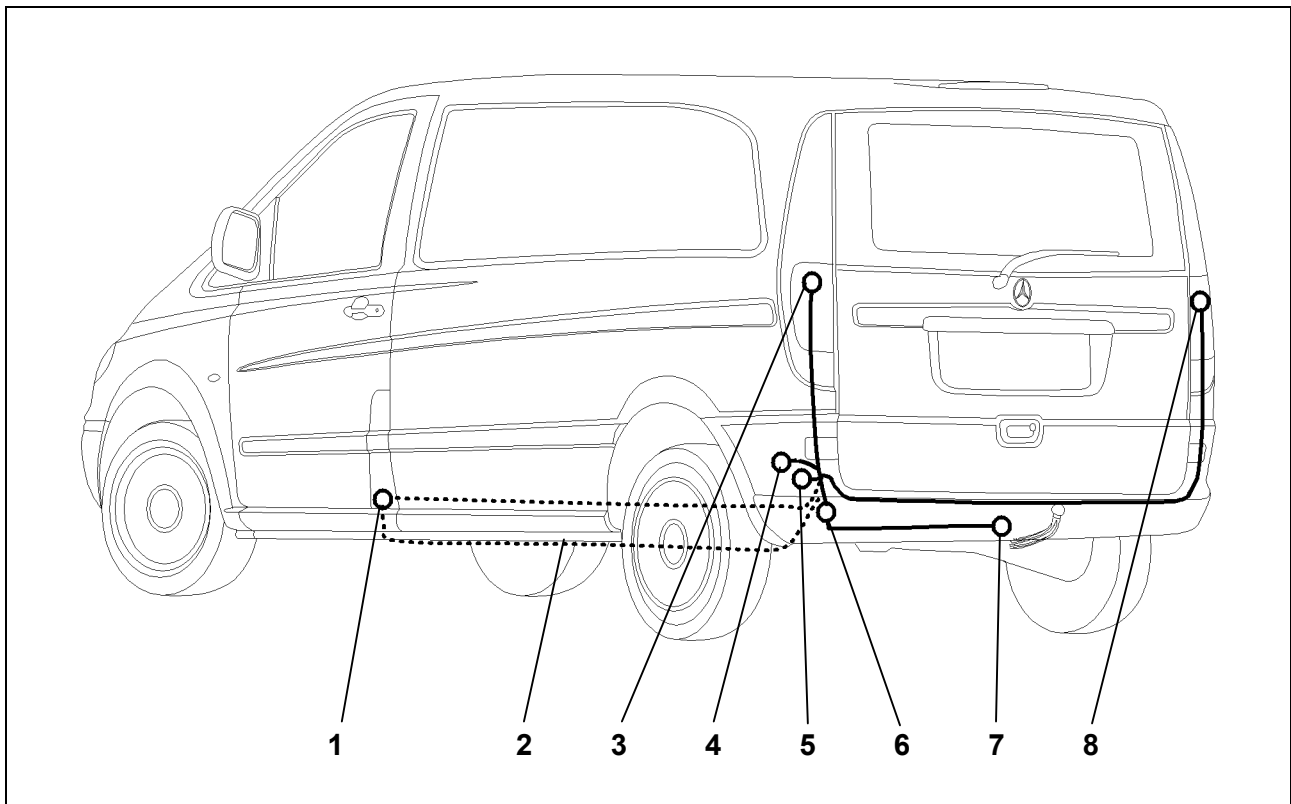

Fig. 1. : Aperçu du montage
4. Faire passer l'extrémité du fil via le passage du câble, en partant du coffre à bagages vers l'extérieur, jusqu'à la tôle de retenue de la prise (Fig. 1/7).
5. Insérer le passe-fil en caoutchouc dans le passage du câble (Fig. 1/6).
6. Remonter le joint de la prise de courant et connecter le conducteur de fils dans le bâti de la prise (Fig. 1/7) comme indiqué au paragraphe *Affectation de la prise de courant* et faire glisser vers le bas le joint en caoutchouc sur la prise.
7. Fixer la prise sur la plaque de retenue (Fig. 1/7) avec les vis et écrous fournis.
9. Faire passer l'extrémité du fil avec le fil gris/rouge le long de la plaque de serrage arrière au niveau du feu arrière droit (Fig. 1/8).
11. Faire passer l'extrémité avec le fil gris/noir au niveau des feux arrière gauches (Fig. 1/3).
14. Fixer le module pour dispositif d'attelage (Fig. 1/4) avec une bande velcro dans la partie gauche du coffre à bagages, sous le feu arrière.
15. Raccorder les fils marron avec des anneaux sur un point matériel du côté du véhicule (Fig. 1/5), le cas échéant établir une connexion conductrice sur la masse du véhicule.
16. Placer comme il se doit le conducteur de fils avec les fils de couleur rouge comme indiqué sur la Fig. 1/2.
Relier le fil marron/blanc de la fiche du module de commande de l'attelage (Fig. 1/4) sur le dispositif de commande de l'EPH.